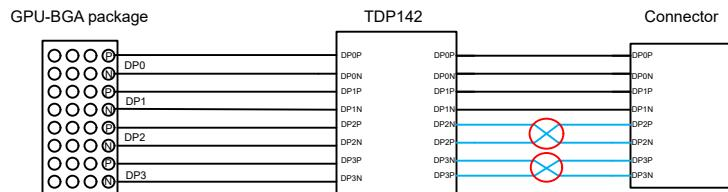
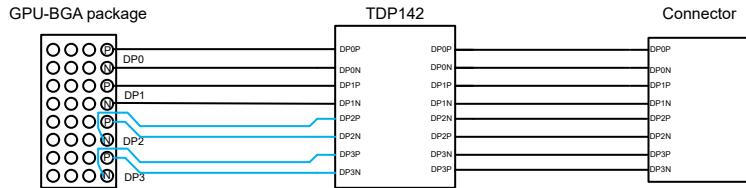

图 6-1. 输出上的信号交叉处理
图 6-2. INDP2 和 INDP3 极性交换
- 由于器件输出引脚和连接器之间的接线不匹配，布局可能会在 OUTDP2 和 OUTDP3 上出现信号交叉。其中一种设计是当 GPU 采用 BGA 封装时，在器件的输入端进行极性交换。这样可以尽量减少所使用的 VIAS 的数量。请参阅 图 6-1 和 图 6-2。